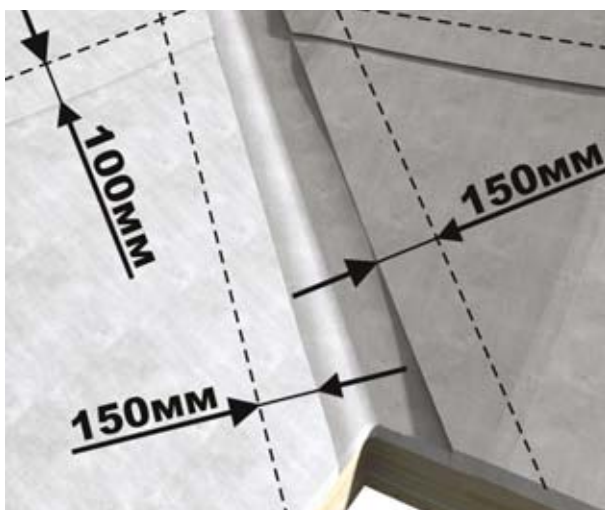

Рис. 9
Как показано на рис. 9, вдоль оси ендовы укладывается защитный материал и фиксируется строительным степлером по внешним краям опалубки ендовы с шагом 15 см.
■ **ендовой**, то пленка не доходит до оси ендовы на 5 см и приклеивается к гидроизоляции ендовы специальной клейкой лентой (см. рис. 9).